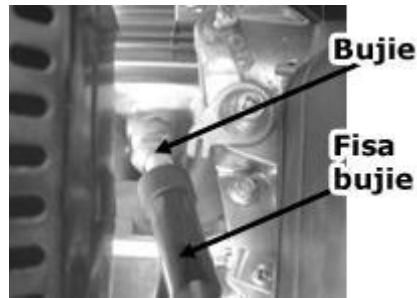

Figura 44
- 1) Scoateți fisa bujiei și curățați mizeria din jurul ei. Apoi demontați bujia. (Consultați Figura 44)